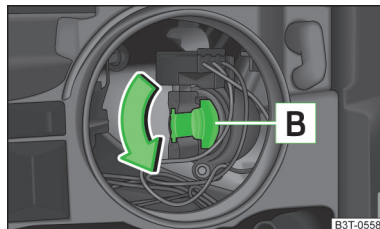

Fig. 204
- Girar el portalámparas **B** » fig. 204 hasta el tope en la dirección de la flecha.